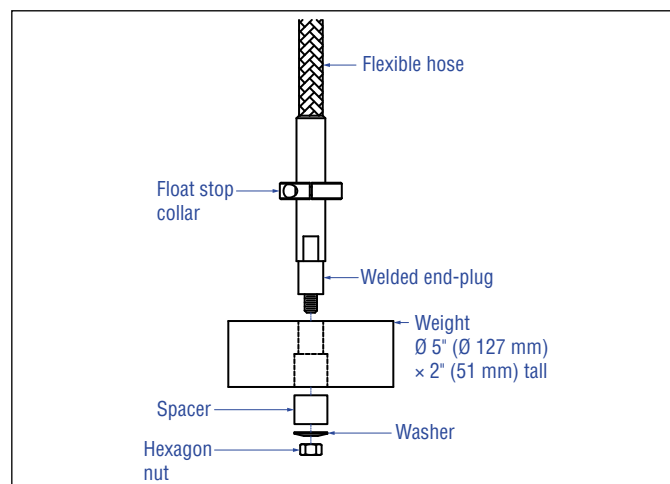
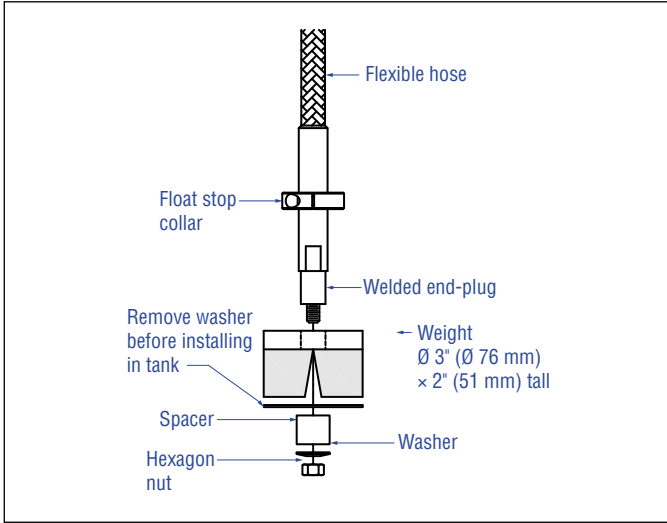
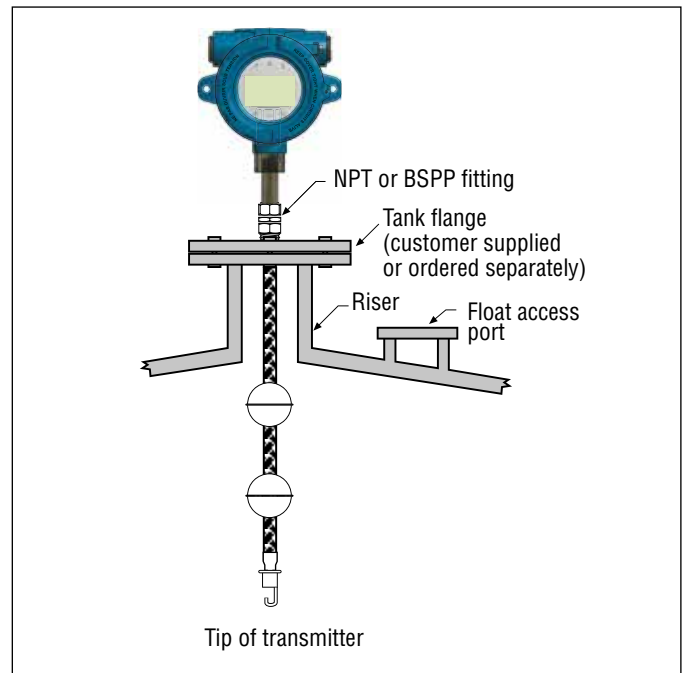

图8: 底部安装配重
图9: 底部安装磁铁
图11: 挠性管的螺纹法兰安装
5. 用所提供的螺母、垫片和垫圈将钩子、配重或磁铁固定在管道的焊接端塞部分 (这是管道的底部刚性部分) 并拧紧，如图8、图11和图9所示。对于磁铁，在安装到储罐之前，要拆下垫圈。
在大多数应用中，如果有适当的螺纹接头可供使用，Tank Slayer®变送器可以通过NPT或BSPP螺纹安装件直接安装在储罐或法兰上。如果法兰拆下后，浮子不能穿过法兰开口进行安装，必须采用替代方式将浮子从容器内部安装在变送器上；这可能需要变送器输入点附近安排检修口，如图11所示。